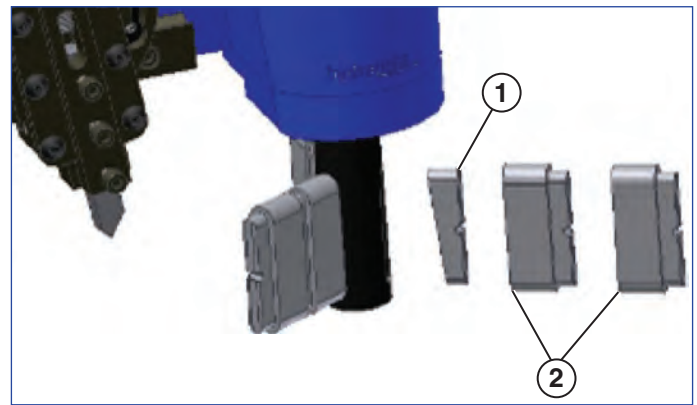

Abb. 2
Die Dornbaugruppe besteht aus allen Teilen, die für die Befestigung von QuickFace am Werkstück verwendet werden. Es werden einstellbare Positionierer und stapelbare Positionierer Verlängerungen verwendet, um QuickFace zu befestigen. Für die Befestigung der Positionierer am Dorn wird ein O-Ring verwendet (*siehe Abb. 2*).
2. Legen Sie die Positionierer und Positioniererverlängerungen (falls erforderlich) in die Schlitze am Dornschaft. Achten Sie darauf, dass die abgewinkelte Fläche des Verlängerungsschafts mit der abgewinkelten Fläche der Positionierer zusammenpasst (richtige Ausrichtung des Positionierers **siehe Abb. 2**).